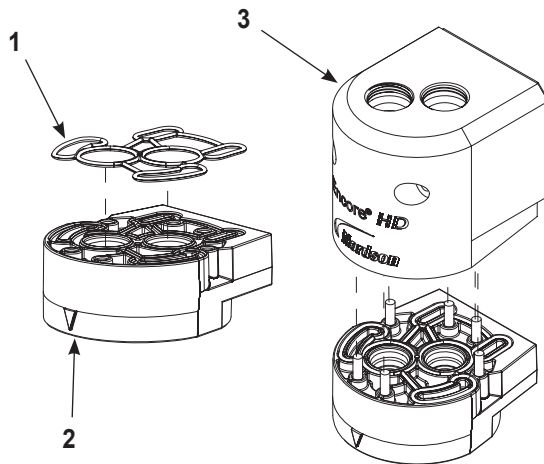

Abbildung 21 Montieren des unteren Y-Blocks am Spülverteilerblock
1. Siehe Abbildung 21. Die spezielle O-Ring-Dichtung (1) wie abgebildet in den oberen Y-Block (2) setzen. Anschließend den oberen Y-Block mithilfe der mitgelieferten Befestigungselemente (4) am Gehäuse des Spülverteilerblocks (3) montieren.